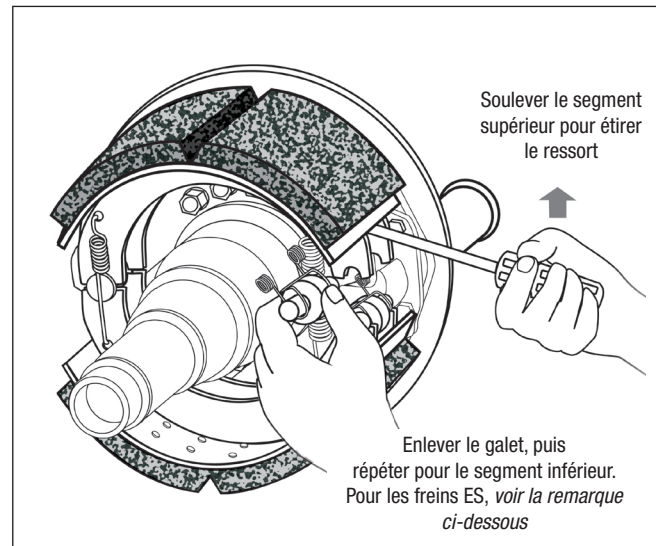

Figure 13 – Dépose du galet de came supérieur
3. Avec un grand tournevis ou un levier, soulever le segment supérieur pour étirer le ressort de rappel, tel qu'illustré dans la Figure 13.